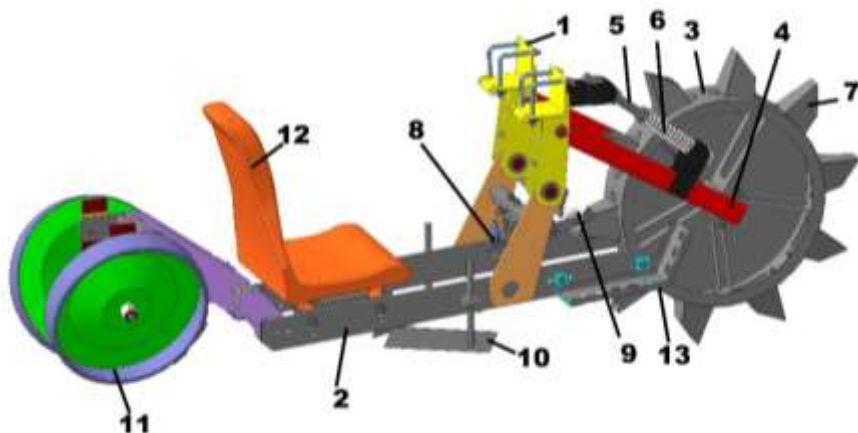

Рисунок 2 – Секция посадочная
3.2 Секция посадочная (рисунок 2) закреплена на раме шарнирно с помощью кронштейнов с хомутами 1, что позволяет копировать рельеф почвы. Перемещением секций вдоль трубы выставляется необходимое междурядье.
3.4 При движении машины посадочное колесо 3 (рисунок 2) с помощью зубьев 7 образует в почве лунку, сельхозработчий высаживает в полученную лунку рассаду и далее при помощи загортачей 10 и прикатывающих колёс 11 производится присыпание высаженной рассады почвой.